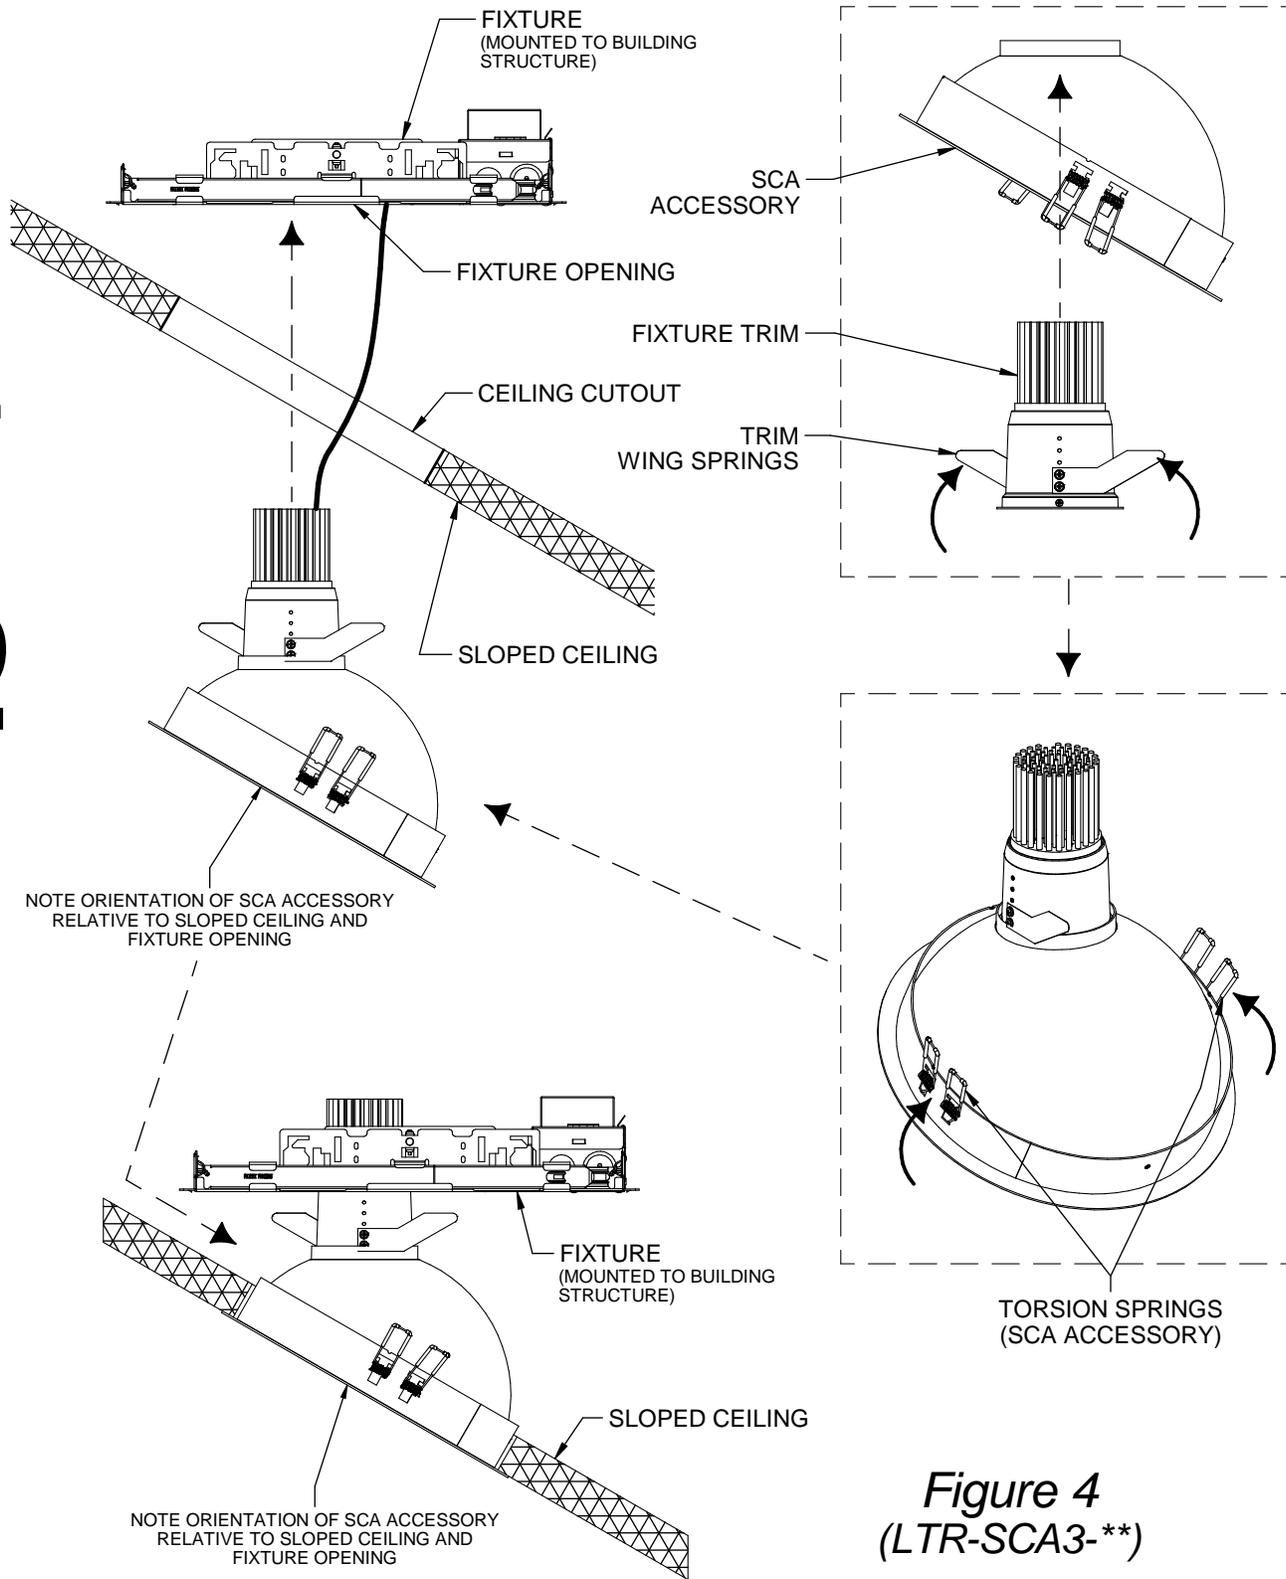

Figure 4
- a. For LTR-3RD fixtures, squeeze wing springs on trim and insert inside SCA accessory as shown in "Figure 4". **Note:** *Be careful not to let springs snap against inner SCA reflector surface as this could damage SCA accessory finish.*
- c. Rotate 4 torsion springs upward along the sides of the trim and insert through ceiling opening in orientation shown in "Figure 4" until springs draw SCA trim firmly against the ceiling.
IMPORTANT: LITEISTRY™ SCA accessory must be installed in orientation as shown in "Figure 4" relative to sloped ceiling and fixture or it will not install properly.
- a. Pour les luminaires LTR-3RD, serrer les ailettes à ressort de la garniture et l'insérer à l'intérieur de l'accessoire SCA comme illustré à la Figure 4. **Remarque** : Prendre garde de ne pas laisser les ailettes se détendre contre la surface réfléchissante intérieure de l'accessoire SCA car cela pourrait endommager la finition de l'accessoire.
- c. Tourner les 4 ressorts de torsion vers le haut sur les côtés de la garniture et les insérer dans l'ouverture du plafond suivant l'orientation illustrée à la Figure 4, jusqu'à ce que les ressorts tirent la garniture du SCA fermement contre le plafond.
IMPORTANT : L'accessoire SCA LITEISTRY™ doit être monté suivant l'orientation illustrée à la Figure 4 par rapport au plafond en pente et au luminaire pour pouvoir être installé correctement.